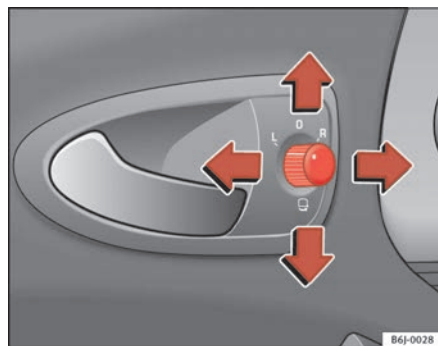

Fig. 64 Mando de los retrovisores exteriores
1. En primer lugar, gire el mando ⇒ fig. 64 hasta la posición **L** (retrovisor izquierdo).
- Gire el mando ⇒ fig. 64 hasta la posición ☐ para plegar los retrovisores exteriores. Para evitar daños en el vehículo, debería plegar los retrovisores exteriores siempre que utilice un túnel de lavado automático.